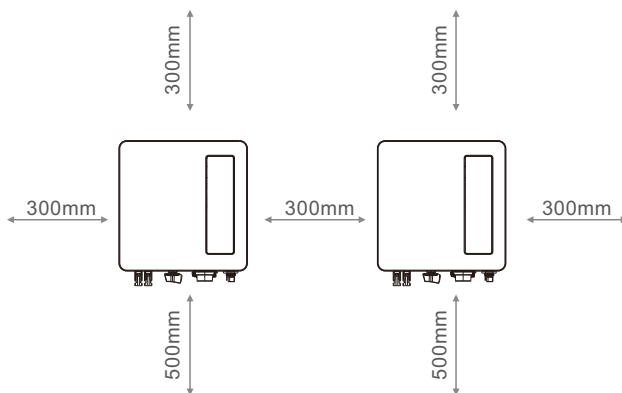

Figura 4.2 Distancia de montaje del inversor
1. Como se muestra en la Figura 4.2, seleccione la altura de montaje del soporte y marque los orificios de montaje. En paredes de ladrillo, la posición de los orificios debe ser adecuada para los pernos de expansión.